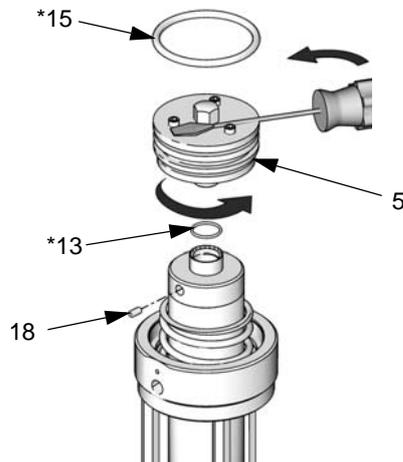

FIG. 11: Válvula neumática serie A
**NOTA:** El capuchón (1) se reemplazó por un conjunto de tope de resorte para mejorar la vida del muelle. Las bombas existentes pueden actualizarse con el Kit 24T043.
2. *Sólo motores neumáticos de serie A:* Afloje el tornillo de fijación (18) y desatornille la válvula de aire (5). Si es necesario ayudar al giro, coloque en cuña el filo de un destornillador entre las cabezas de los tornillos y la cabeza hexagonal de la válvula de aire (5). Deseche los artículos 5, 13, 15 y 18. Consulte FIG. 11.